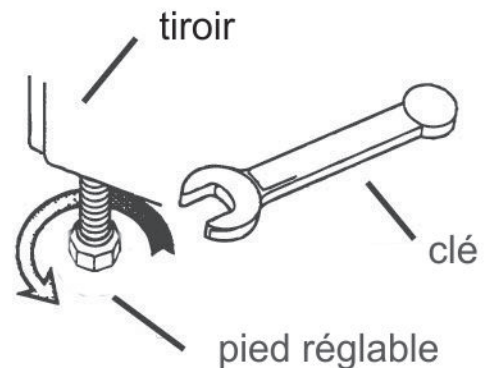

Figure 6 : Ajustement de la hauteur de la cuisinière
- Pour éviter d'érafler le comptoir de cuisine, vérifiez et, si nécessaire, ajustez la hauteur de la cuisinière en ajustant les pieds (voir Figure 6 : Ajustement de la hauteur de la cuisinière).